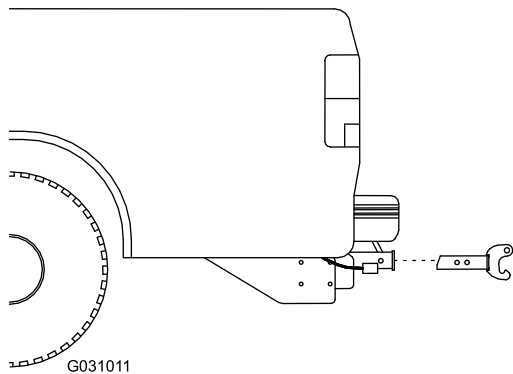

Figura9
2. Glisați cârligul RT3 în cârligul de prindere al vehiculului dumneavoastră și aliniați al doilea orificiu de pe cârligul dispozitivului de împrăștiere cu orificiul din cârligul vehiculului dumneavoastră (**Figura9**).